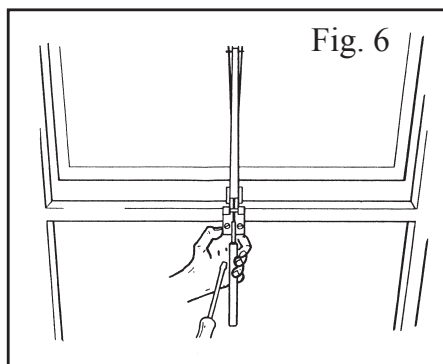

Fig. 6
3. Stecken Sie die Stempelstange (2) des Zylinders (1) in das Aluminiumrohr (4). Platzieren Sie das Loch in der Stempelstange unter dem Loch A im Aluminiumrohr und setzen den kleinen Haarnadelsplint ein (5).
4. Den Rahmenbeschlag mittig am Fensterrahmen festspannen. Siehe Abb. 6.
6. Das Fenster jetzt soweit öffnen, dass Sie den Zylinder in die Zylinderaufhängung (3) schrauben können. Achten Sie darauf, das gleichviel Gewinde auf beiden Seiten sichtbar ist.